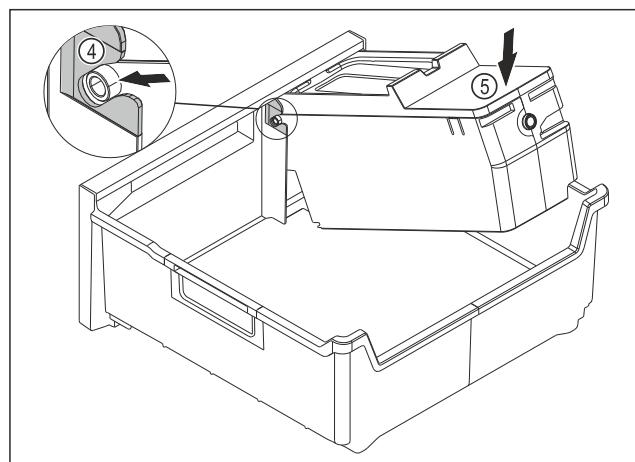

Fig. 100
- Montáž korpusu EasyTwist-Ice: Osi korpusu EasyTwist-Ice zasuňte do vedení Fig. 100 (4).
- Zatlačte korpus EasyTwist-Ice Fig. 100 (5) zozadu smerom nadol.